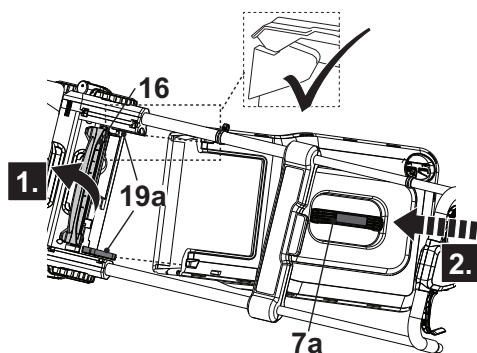

Fig. 7
4. Abra la protección del deflector (16) y manténgalo en su posición (Fig. 7, paso 1).
5. Lleve el recogedor de césped (7) por su asa de transporte (7a).
6. Alinee los ganchos (19a) y cuelgue el recogedor de césped (Fig. 7, paso 2).
7. A continuación suelte con cuidado el protector del deflector (16).